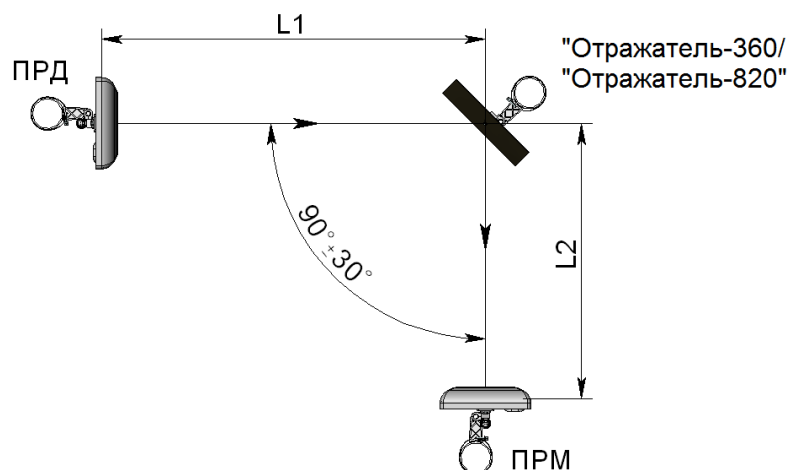

Рисунок 2.14 – Установка извещателей с применением отражателя «Отражатель-360» («Отражатель-820»)
2.3.9.2 При работе извещателей «ФОРТЕЗА-50», «ФОРТЕЗА-100», «ФОРТЕЗА-200» с «Отражателем-360» (см. рисунок 2.14) суммарная длина зоны обнаружения  $L1+L2$  (где  $L1$  – расстояние между блоком ПРД и отражателем,  $L2$  – расстояние между отражателем и блоком ПРМ) не должна превышать: